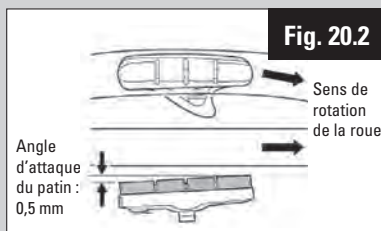

Fig. 20.2
2. Réglage position angle patins (Clé Allen de 4mm, Fig. 20.2)